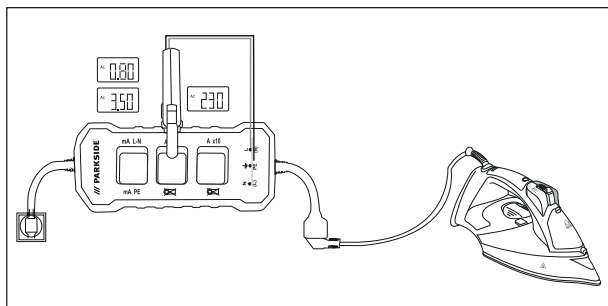

Fig. 3
- 1) Branchez la fiche Schuko ❸ de l'appareil sur une prise secteur.
- 2) Reliez la fiche secteur du terminal à la prise de raccordement Schuko ❹.
- 3) Placez la pince ampèremétrique autour du point de mesure **A x1** ❷ et les fils de mesure du multimètre sur **L** et **N** ❺, et mettez le terminal en marche.
- 4) Lisez les valeurs correspondantes pour le courant, la tension et la puissance absorbée par la charge (voir fig. 3).
- 5) Les mesurages de tension sont également possibles entre les points de mesure **L-PE** ❺ et **N-PE** ❺.